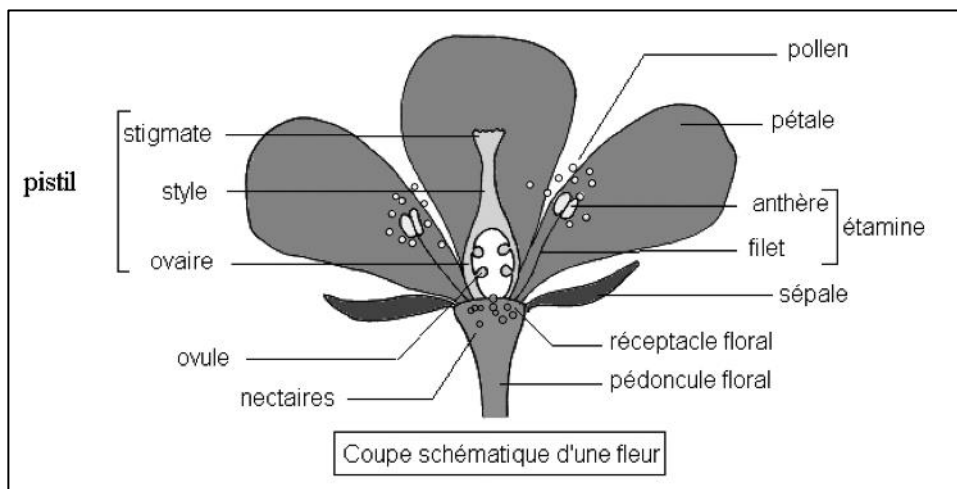

Figure 1 : schéma de coupe de fleur (d'après acces.ens-lyon.fr)
- 1) À partir du schéma de coupe de fleur ci-dessous (**figure 1**), identifier les organes reproducteurs mâle et femelle de la fleur et préciser le devenir de l'ovaire et de l'ovule après reproduction.
- 2) À partir de la **figure 1** ci-dessus, identifier les parties de la fleur qui permettent d'attirer les insectes pollinisateurs et expliquer les mécanismes de cette attraction.